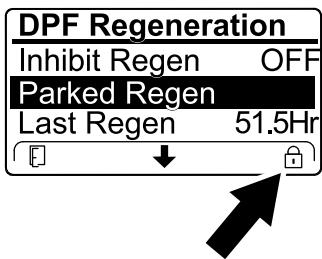

Рисунок 62
- Если компьютер двигателя запрашивает или выполняет восстановительную регенерацию, а вы перейдете вниз к опции PARKED REGEN (СТАЦИОНАРНАЯ РЕГЕНЕРАЦИЯ), стационарная регенерация будет заблокирована и в нижнем правом углу дисплея инфо-центра появится значок «Замок» (Рисунок 62).